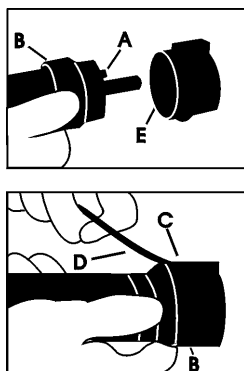

Fig. 3
4. Kontroller at alle komponentene er installert på sveisebrenneren og godt feste og kople sveisebrennerens feste til kontakten på generatoren som i Fig. 3.